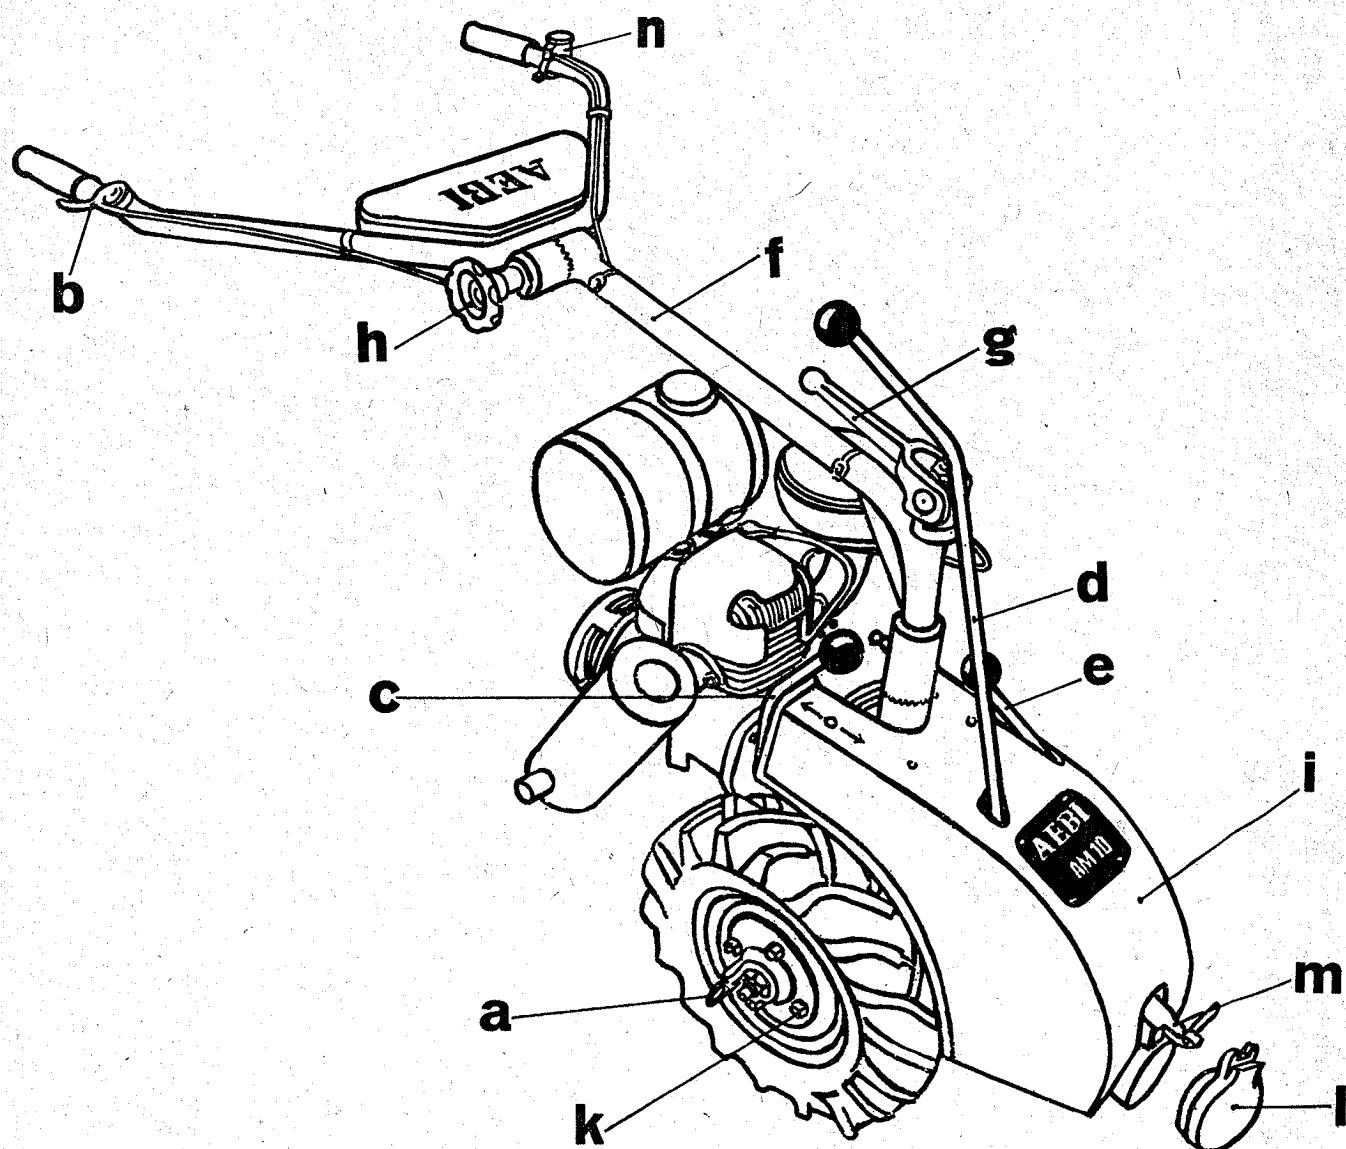

Fig. 1
F. Schaltung (Fig. 1)
F. Embrayage (Fig. 1)
F. Cambio (Fig. 1)